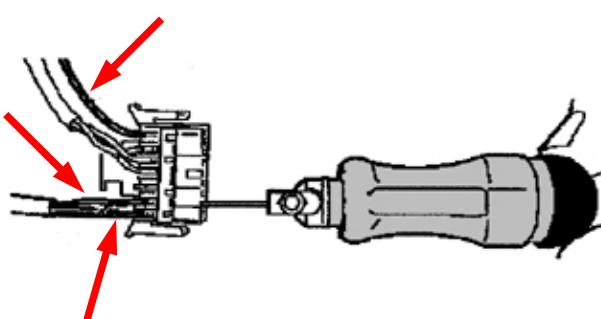

Fig. 3
- Desenclavar los 3 pins (véase fig. 3) indicados con una herramienta adecuada y extraerlos del conector.